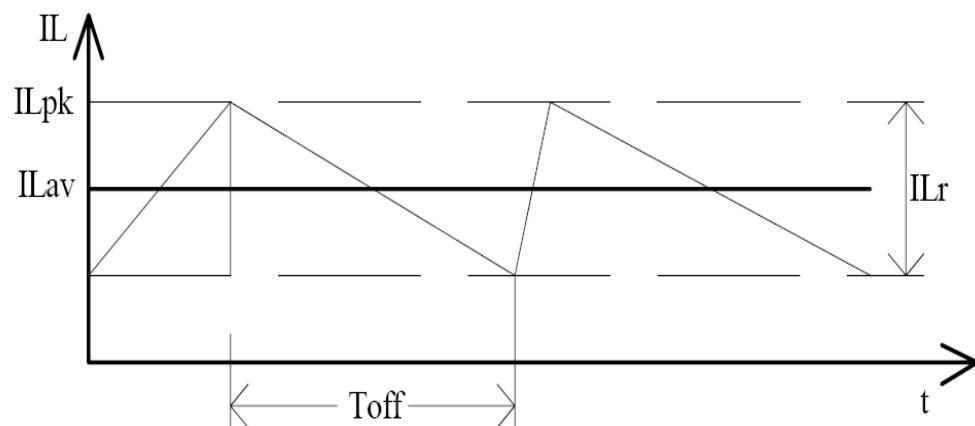

图 2 开环控制策略中的电感电流波形
$$\text{如图 2 , } Io(\text{average})=Ipk-1/2*Ir \quad (3)$$